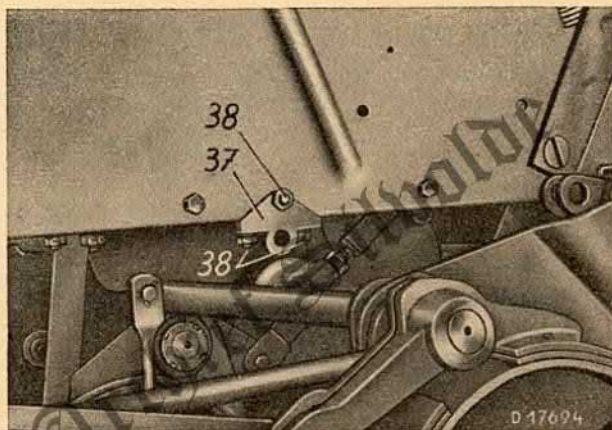

Bild 13
2. Auflager 37 (Bild 25) durch eine neue Schraube 38 mit Mutter 39 und Federring 40 am Seitenblech befestigen (Bild 13).